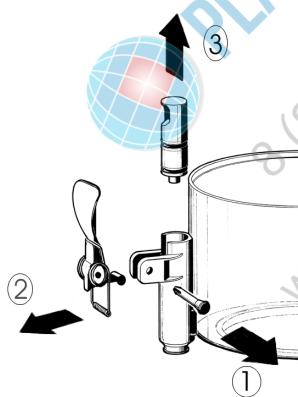

figure 1
- 3** Démontez le robinet selon la séquence indiquée (voir figure 1).
3 Ré assemblez le robinet sur le conteneur, dans le sens inverse des indications de démontage (voir figure 1).